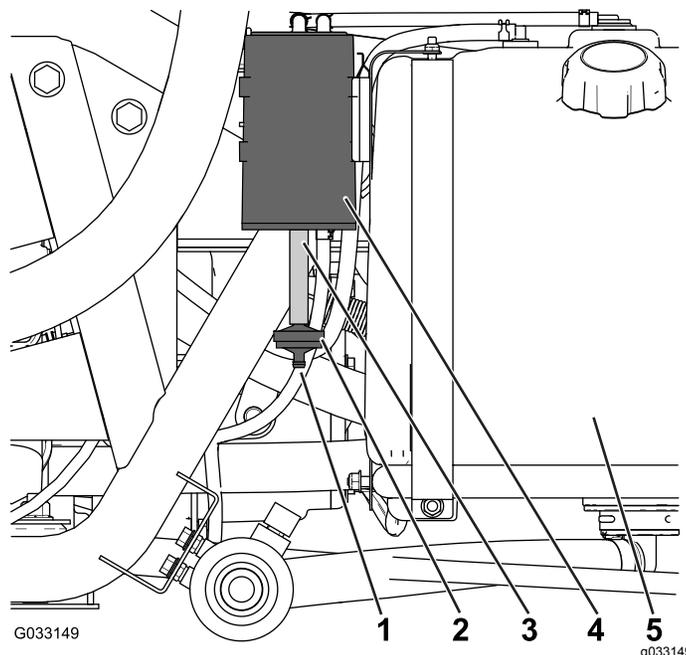

Figura 45
Verifique a abertura na parte inferior do filtro do ar no recipiente de carbono para se certificar de que está limpo e sem detritos e obstruções (Figura 45).
1. Retire o encaixe roscado do filtro do recipiente de carbono do tubo, na parte inferior do recipiente de carbono, e retire o filtro (Figura 45).